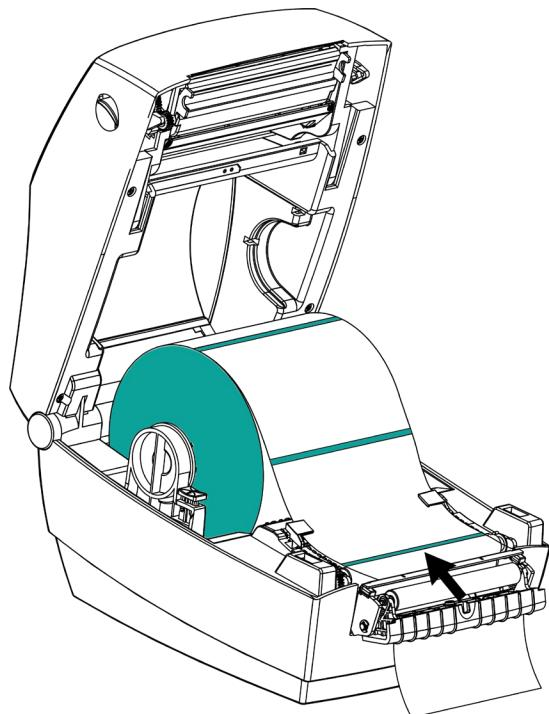

Рисунок 44. Закрытие отделителя
- 7** Закрыть сначала отделитель, а затем крышку принтера (рисунок 44).